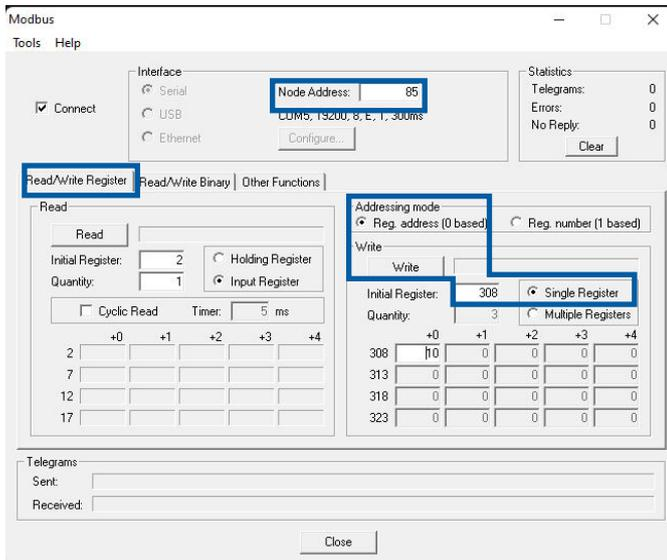

Figura 19 - Escrever endereço
- Passo 2: Insira o novo endereço (por exemplo 10) no registro W(06) 0x0134 e clique em Write (Figura 19).